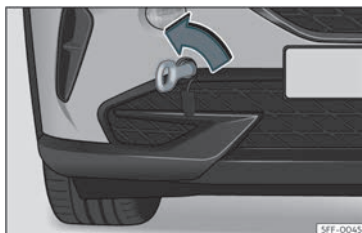

Fig. 44 Parte direita do para-choques dianteiro: argola de reboque enroscada.
- Enrosque a argola de reboque no alojamento girando-a ao máximo **no sentido contrário ao dos ponteiros do relógio**»»» Fig. 44 »»» ❶. Utilize um objeto adequado com o qual possa enroscar completa e firmemente a argola de reboque no seu alojamento.
❶ CUIDADO